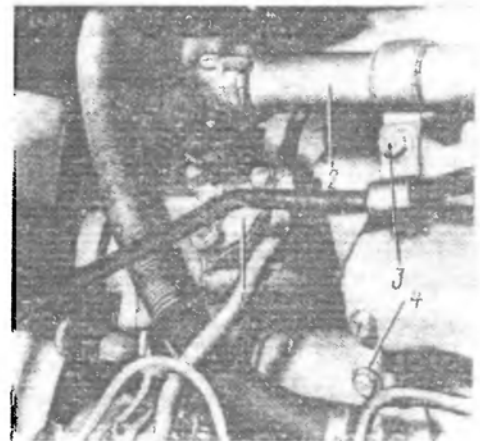

Рис. 29. Установка водоперепускной трубы.
6. Отверните гайку 3 (рис. 29) хомута водоперепускной трубы 2, ослабьте хомут и отсоедините водоперепускную трубу от патрубка коробки 1 термостатов	Ключ 13 мм, отвертка